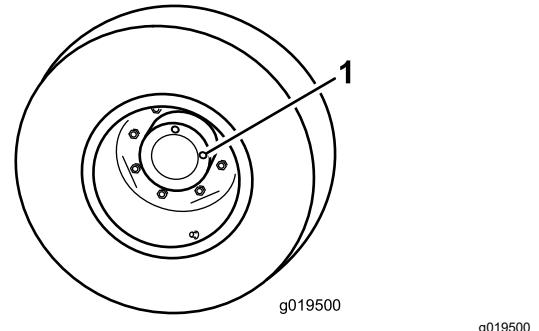

Figura 66
2. Coloque la rueda con un tapón de verificación (Figura 66) en la posición de las 12 y el otro en la posición de las 3.
1. Tapón de verificación/drenaje (2)
3. Retire el tapón de la posición de las 3 (Figura 66).